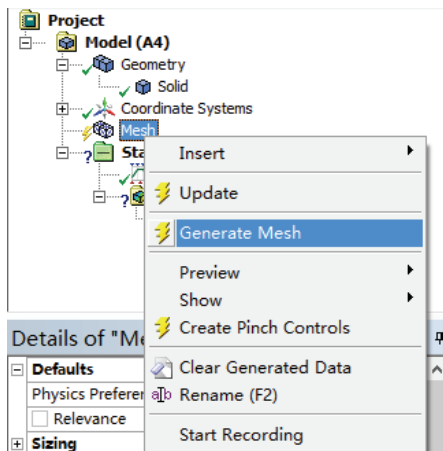
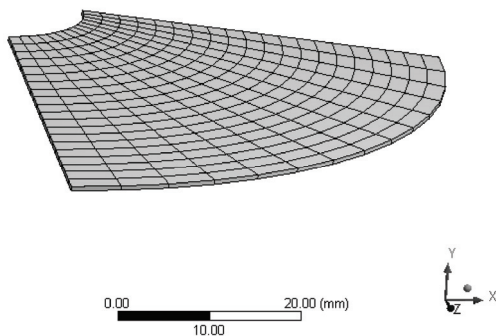

图 14-7 划分网格命令
图 14-8 网格划分效果
5) 在 Outline 树结构图中的 Mesh 选项单击鼠标右键，在弹出的快捷菜单中选择 Generate Mesh，如图 14-7 所示，生成网格最终的效果如图 14-8 所示。